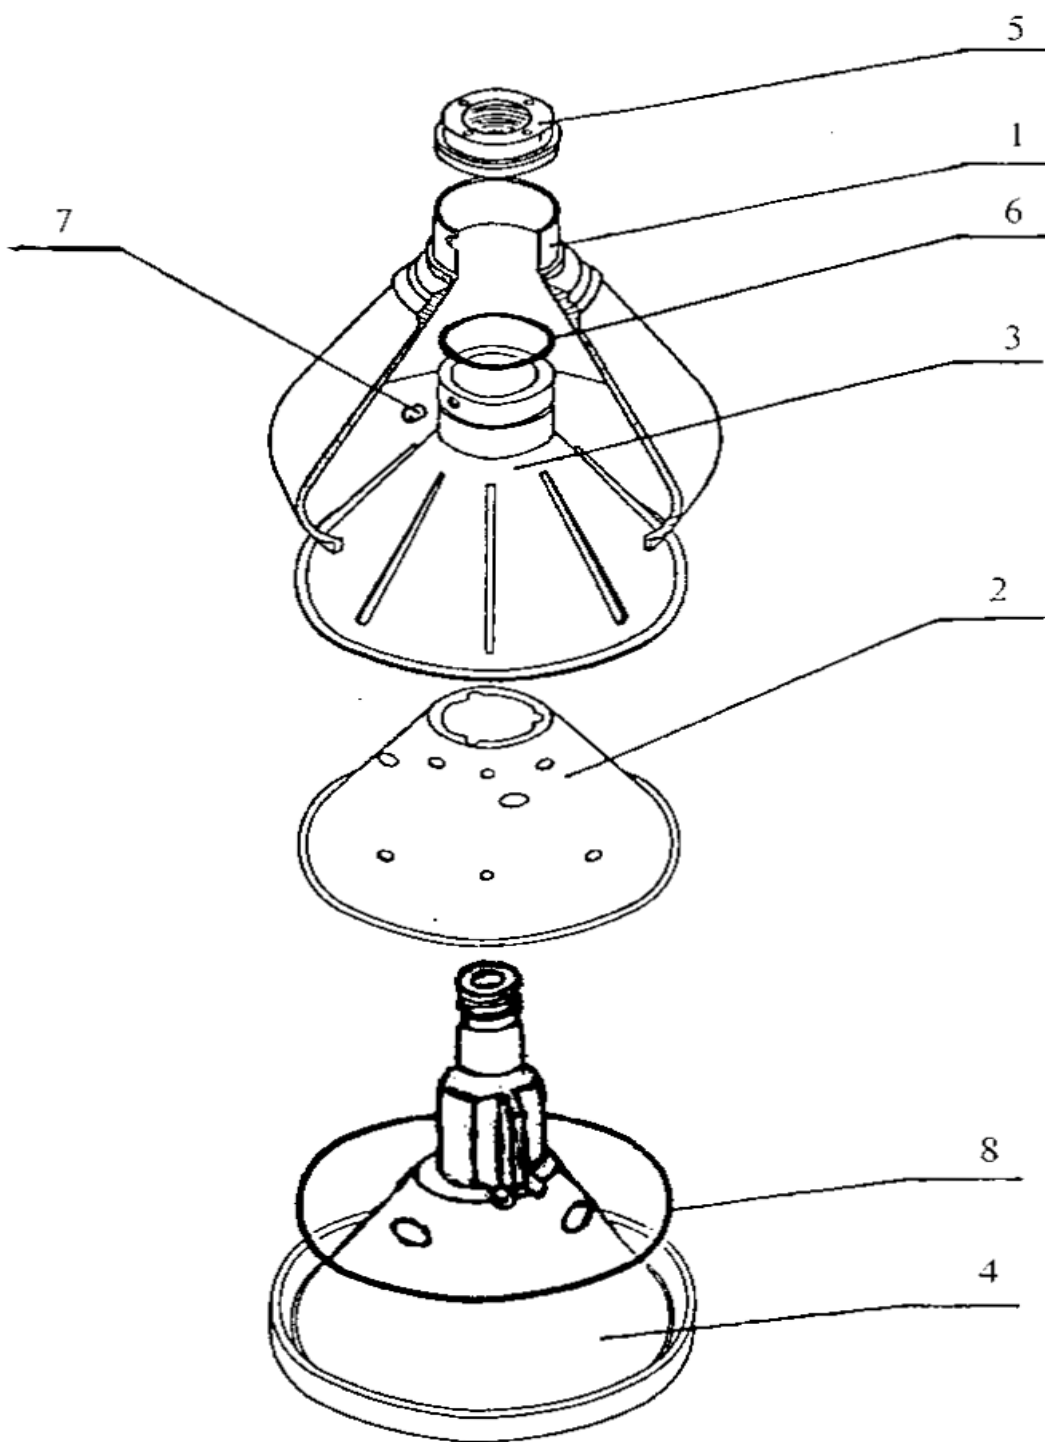

Рисунок 1.2 - Барабан сепаратора
- устанавливать барабан с незатянутой гайкой 5 (Рисунок 1.2) на вал электропривода;
1.4.2 Барабан (Рисунок 1.2)
Для обеспечения герметичности барабана в кольцевую канавку укладывается уплотнительное кольцо 8 (Рисунок 1.2).
Таблица 2 – Перечень деталей и сборочных единиц барабана (Рисунок 1.2)
Сливки из барабана 1 под действием центробежной силы выбрасываются через отверстие в регулировочном винте 7 (Рисунок 1.2), попадая, на внутреннюю поверхность приемника сливок по наклонному патрубку стекают, в подставленную посуду.